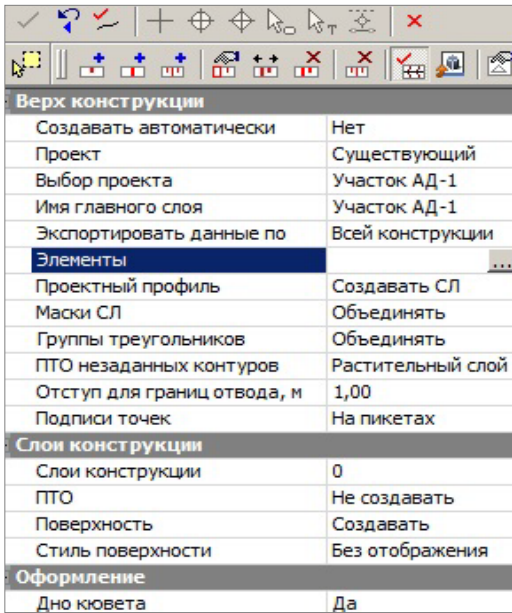

Рис. 24.3
4. Нажмите кнопку **Создать ЦМП**  и настройте параметры экспорта данных по *Всей конструкции* проектного поперечника (проезжая часть, обочины, элементы земполотна) (рис. 24.3).
9. В строке **Слой конструкции** (рис. 24.3) при помощи кнопки **Выбор**  откройте одноименное окно.